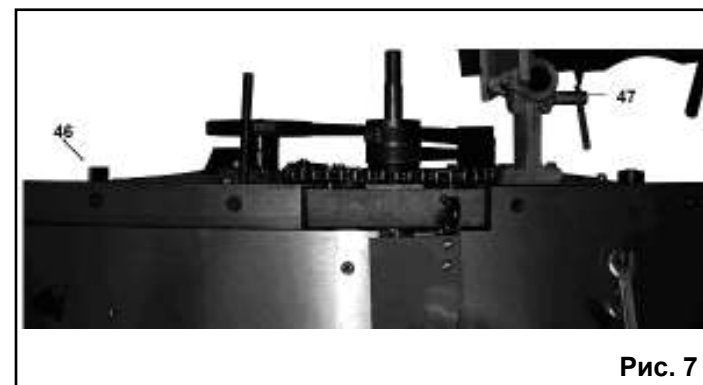
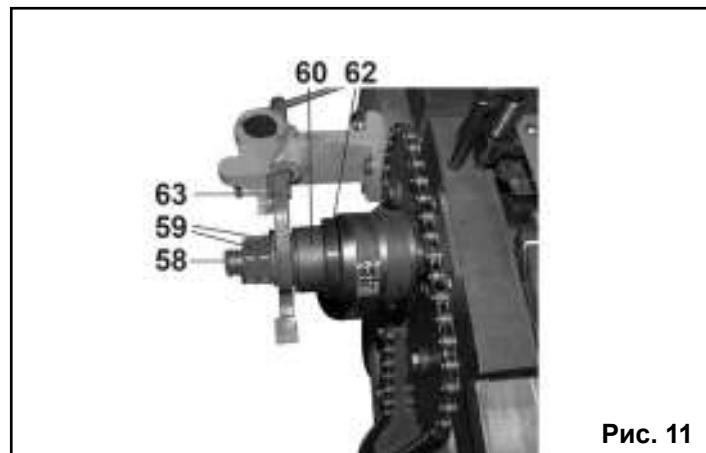

Рис. 7
Рис. 11
борки паза демонтируйте пильный диск (7) и рассекатель (8) с защитным кожухом (9). Установите и закрепите прямую или косую насадную фрезу (63) в порядке, изображённом на Рис. 11.
8.2.8. Установите и закрепите распиловочный стол (39) в обратном порядке п. 8.2.2. Высота установки рабочей поверхности распиловочного стола (39) относительно верхней точки пильного диска (7) или насадной фрезы (63) позиционируется регулировочным винтом (29) и по-
ложением кронштейна (46), Рис.7, 13.